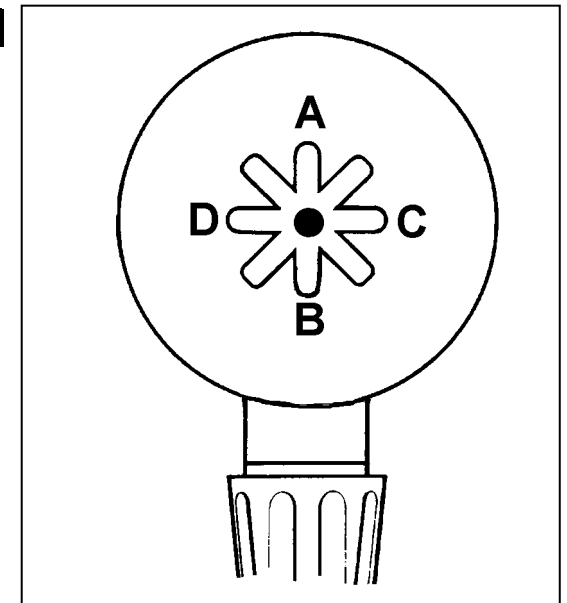

Fig.11
*Actionner le levier du manipulateur (Fig.11) en position **A**: le bras porte-arbre se déplace vers le haut.*
*Actionner le levier (Fig. 11) en position **B**: le bras porte-arbre se déplace vers le bas.*
Den Steuerknüppel (Abb.11) in Position **A** bewegen: der Spannfutterarm fährt nach oben.
Den Knüppel (Abb.11) in Position **B** bewegen: der Spannfutterarm fährt nach unten.
Operate the control (Fig.11) to position **C**: the arm support moves to the right.
Operate the control (Fig.11) to position **D**: the carriage support moves to the left.